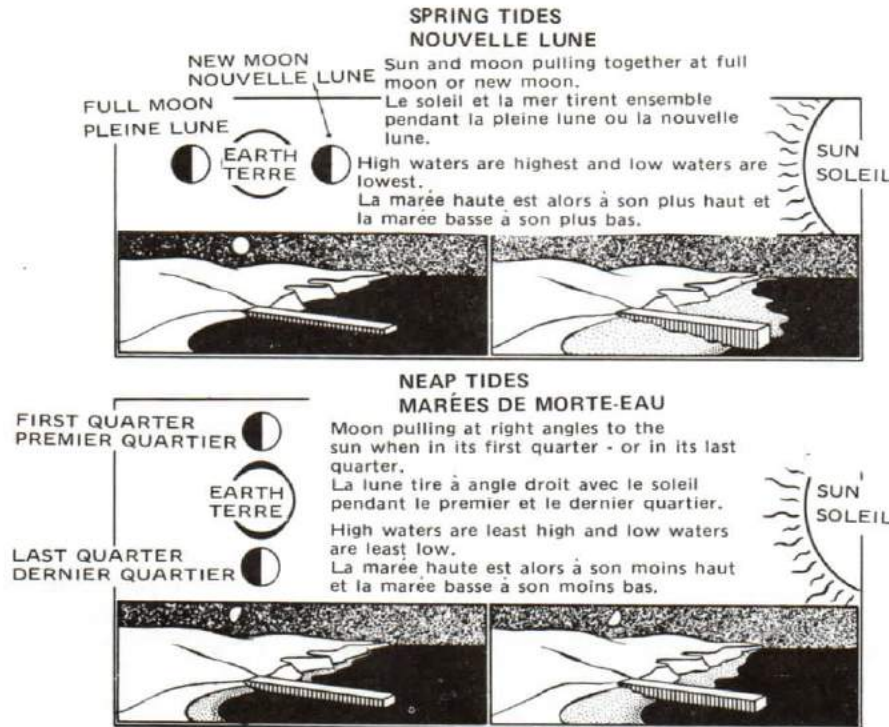

Figure 3-4
1. You have noticed how the level of the sea rises and falls quite regularly along the shore line. This is the effect of tides. It was thousands of years ago when man first noticed that the rise and fall of tides have some relation to the behavior of the moon, but it was not until the seventeenth century that one man, Sir Isaac Newton, was able to explain this invisible relation. See Figure 3-4.
1. Au bord de la mer vous avez remarqué comment le niveau de l'eau monte et descend avec régularité. Le phénomène s'appelle l'effet des marées. Depuis des milliers d'années, l'homme a noté la concordance entre le flux et le reflux de la mer et la position de la lune, mais ce n'est qu'au XVII^e siècle qu'un physicien, Sir Isaac Newton, a pu expliquer cette relation invisible (voir la figure 3-4).